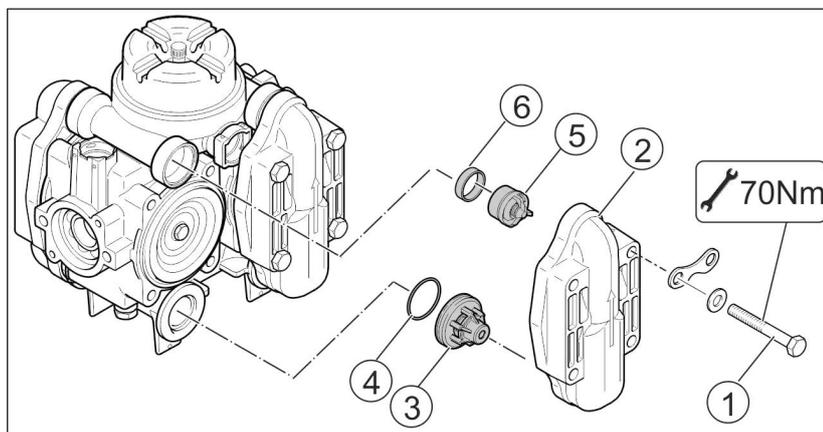

Fig. 193
1. Desmonte la válvula (Fig. 193/1) y el disco (Fig. 193/2).
2. Introduzca la herramienta auxiliar en las ranuras de la tapa y suelte los tornillos de la tapa (Fig. 193/3).
3. Examine la membrana (Fig. 193/4) y sustitúyala si estuviera dañada.